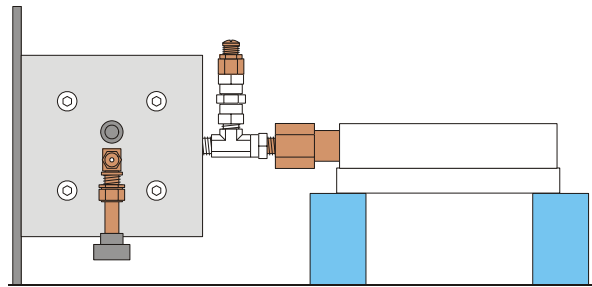

Fig. 6: posição do aparelho para o preenchimento com óleo.
- Colocar o aparelho com a escala de manômetro para baixo, sendo que o manômetro se apóia numa base de aproximadamente 6 cm de espessura (veja fig. 6).